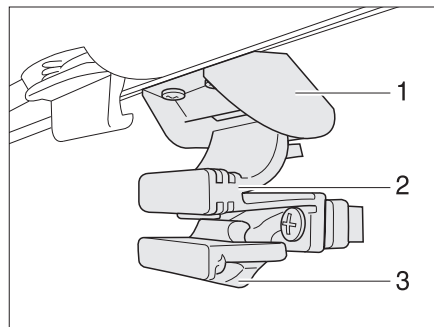

Bild 48 Fönster i ingångsdörren
Öppna fönstret: ■ Tryck säkringen (Bild 48,3) bakåt.
■ Tryck ihop handtaget (Bild 48,2) och skjut fönstret neråt.
Stänga fönstret: ■ Skjut fönstret uppåt tills handtaget (Bild 48,2) snäpper fast i låset (Bild 48,1).